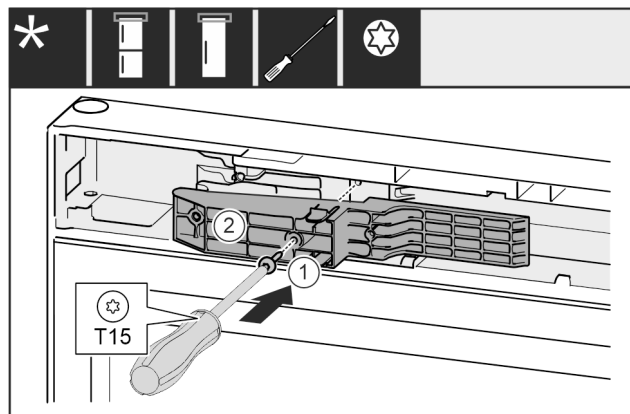

Fig. 68 *
- ▶ Adaptér Fig. 68 (1) na straně rukojeti vložte do výklenku.*
- ▶ Šroubovákem šroub Fig. 68 (2) pevně utáhněte.*